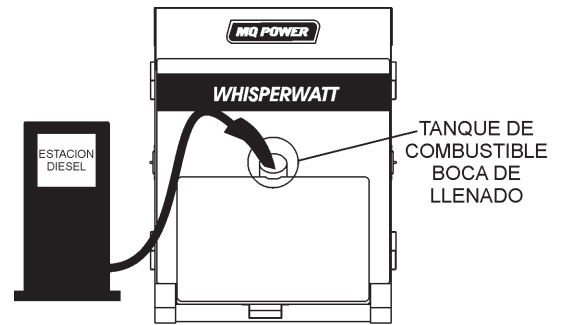

Figura 32. Abasteciendo de combustible el generator
2. Abra las puertas del compartimento “lado derecho” del generador (de la posición del panel de control del generador) Remueva la tapa del combustible y llene el tanque (Figura 32).